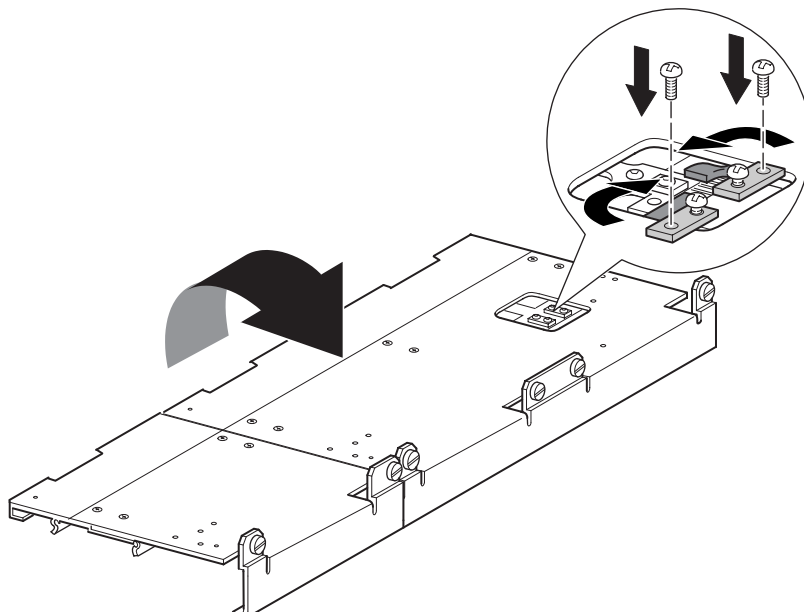

Figura 2–22: Correa de temporización en el bloqueo de la correa
7. Coloque los extremos de la correa de temporización en el bloqueo de la correa (consulte la Figura 2–22).